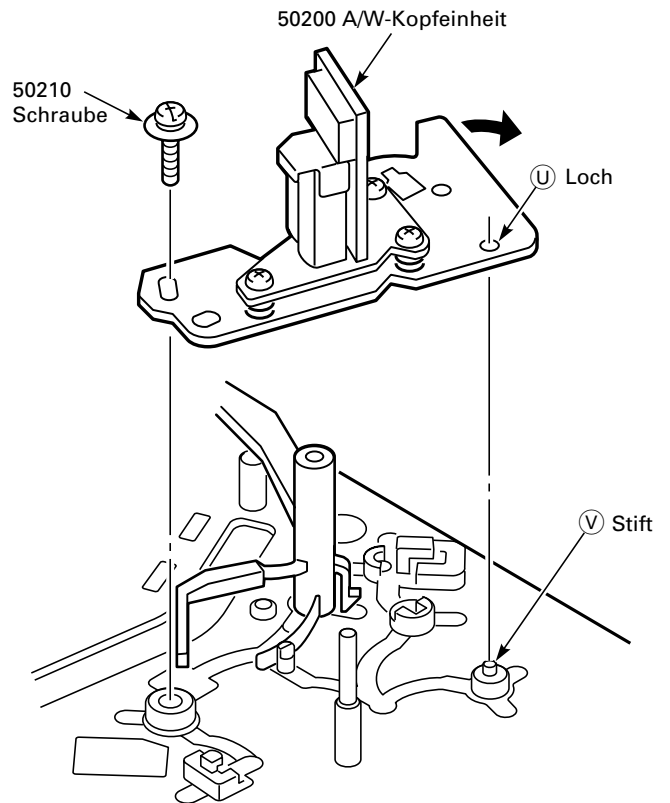

Fig. 8.36
– Schraube (Pos. 50210) lösen und A/W-Kopfeinheit (Pos. 50200) gemäß Fig. 8.36 in Pfeilrichtung drücken und nach oben abnehmen.
**Hinweis:** Loch ① der A/W-Kopfeinheit (Pos. 50200) nach der Position des Stiftes ② auf dem Laufwerkchassis ausrichten.